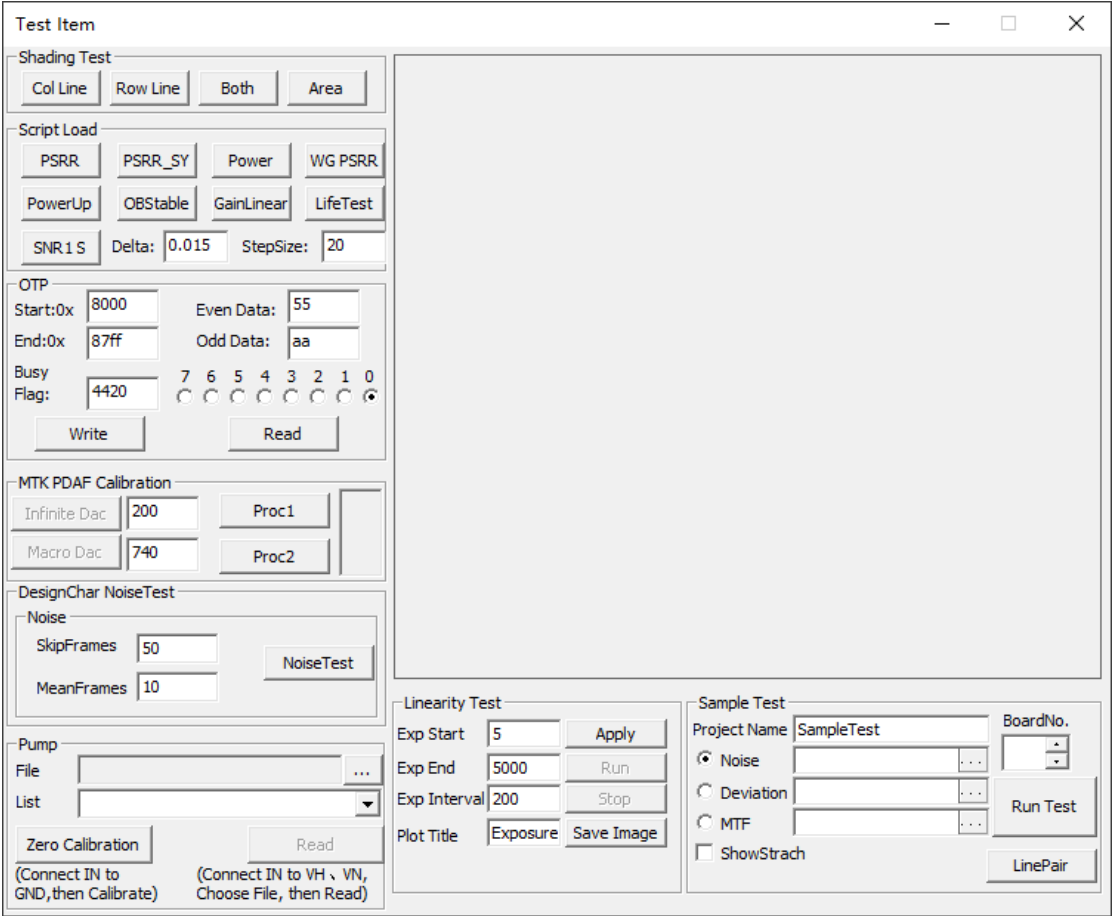

图 4-48 Internal Test 界面
2. 点亮 **Sensor**，然后点击菜单栏-> **Test** -> **Internal Test**，打开 **Internal Test** 界面，如图 4-48 所示。